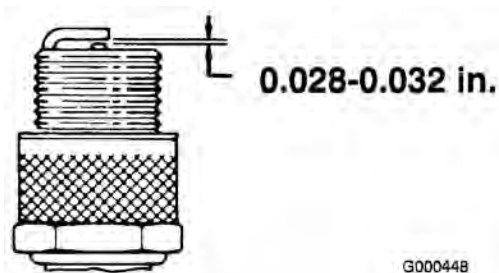

Figura 24
3. Ajuste a folga de ar entre 0,7–0,8 mm (Figura 24). Instale a vela com a folga de ar correcta e aperte-a firmemente usando uma força de 23 Nm.